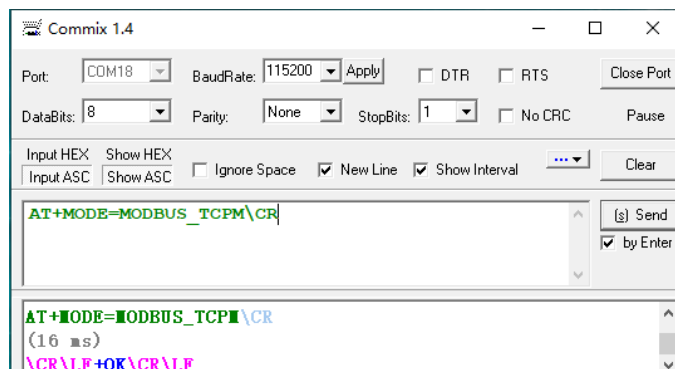

图 13-4 设置 MODBUS_TCPS 模式 AT 指令
- 2) 设置设备工作模式，如图 13-4 所示，将工作模式设置为 MODBUS TCP Slave 模式；